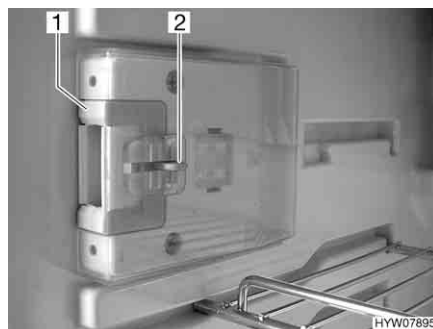
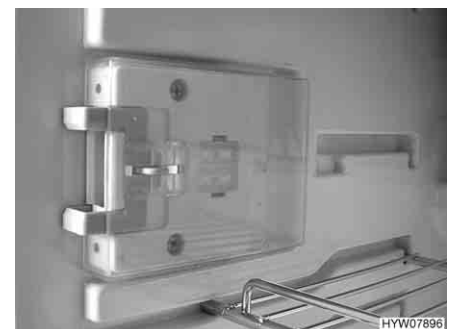

Bild 148 Verschlusseinrichtung in Normalstellung
Bild 149 Verschlusseinrichtung in Lüftungsstellung
- Die Enriegelung (Bild 148,2) eindrücken.
- Die Verschlusseinrichtung (Bild 148,1) nach vorn schieben (Bild 149).